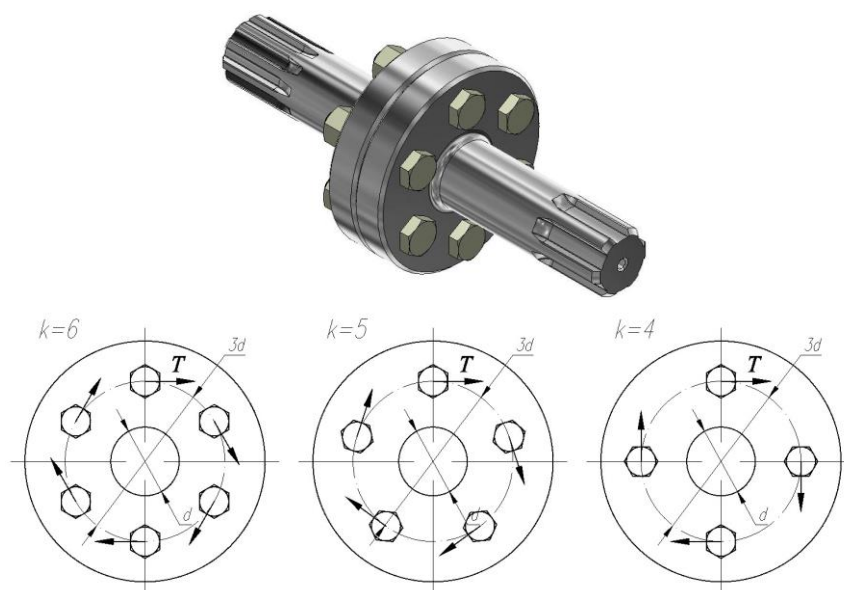

Рисунок 3
6. Для фланцевого соединения (рис. 3) на опасном участке определить диаметр стальных болтов из условия прочности на срез, если $[\tau]_6=100$ МПа.